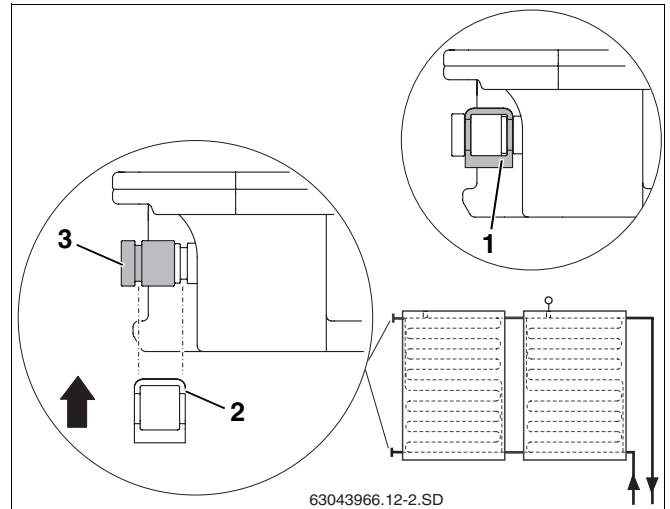

Fig. 42 Asegurar la caperuza de cierre con una abrazadera
- ▶ Deslice la caperuza de cierre con las juntas tóricas (fig. 42, **pos. 3**) sobre la conexión del colector.
- ▶ Deslice la abrazadera (fig. 42, **pos. 2**) sobre la caperuza de cierre y la conexión del colector para asegurar dicha conexión.
- ▶ Asegure cada caperuza de cierre con una abrazadera (fig. 42, **pos. 1**).